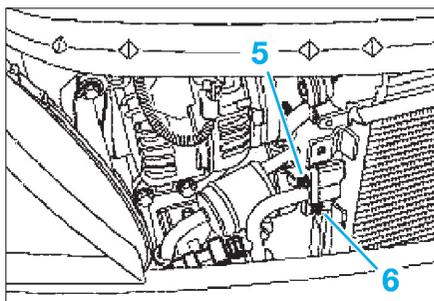

Fig. 9
- Déposer la vis (5) du raccord de tuyau (Fig.9).